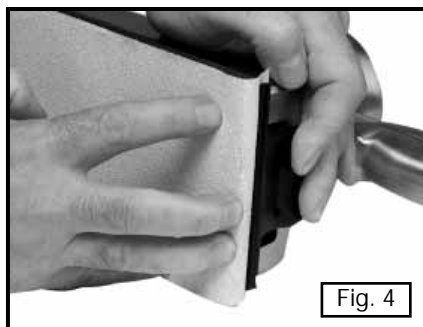

Fig. 4
3. Empuje el clip trasero hacia la base y meta el extremo libre de la hoja abrasiva bajo la abrazadera como está ilustrado en la Fig. 4.